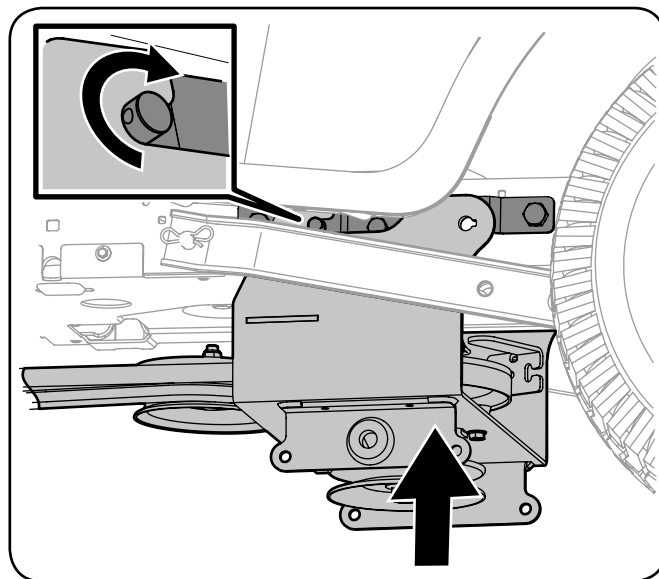

Рисунок 3-7
7. Аккуратно поднимите платформу вверх и расположите ее так, чтобы вырезы на передней части платформы располагались над штырьками опорных кронштейнов. (см. рис. 3-7).